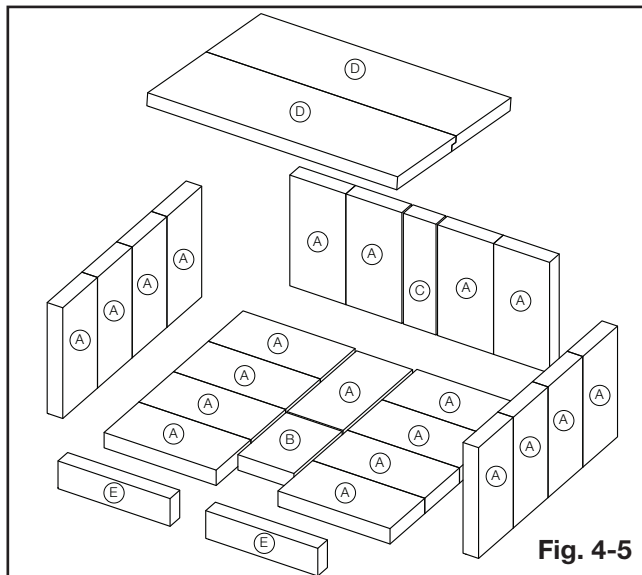

Fig. 4-5
Avec l'installation de l'appareil et la cheminée completé, déplacez les briques en place comme illustré ci-dessous (Fig. 4-5).
Placez brique (C) dans le centre, avec deux briques (A) sur chaque côté comme illustré (Fig. 4-5).